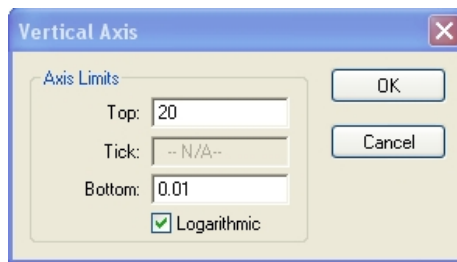

Figura 7: Cambiando la escala a logarítmica.
- Edite el eje Y cambie la escala tal y como se indica en la Figura 7.